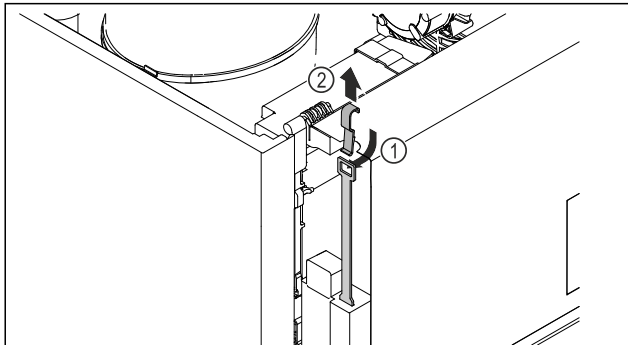

Fig. 245
- Вкарайте ключа за аварийно отключване Fig. 245 (1), закачете го за ключалката и го издърпайте нагоре Fig. 245 (2).